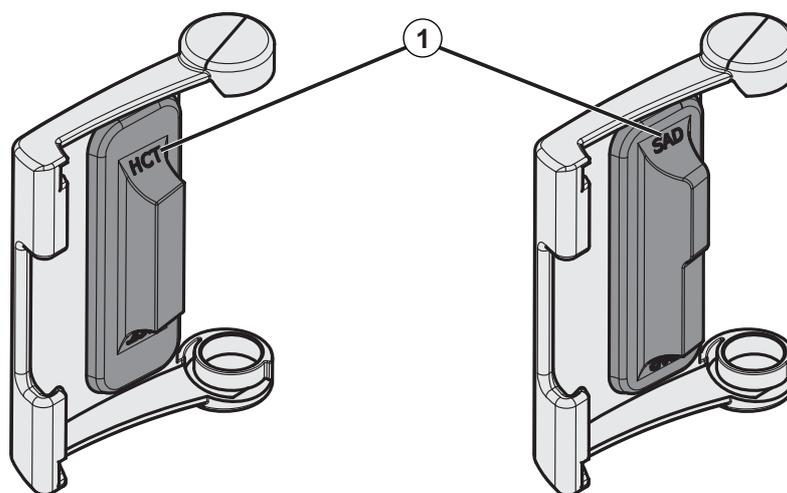

Fig. 7-21 Marcação na tampa do sensor HCT e SAD
As tampas estão marcadas na frente com um ponto vermelho (HCT) e um ponto azul (SAD), respetivamente, e na parte de trás com *HCT* e *SAD* (consulte Fig. 7-21, ①).